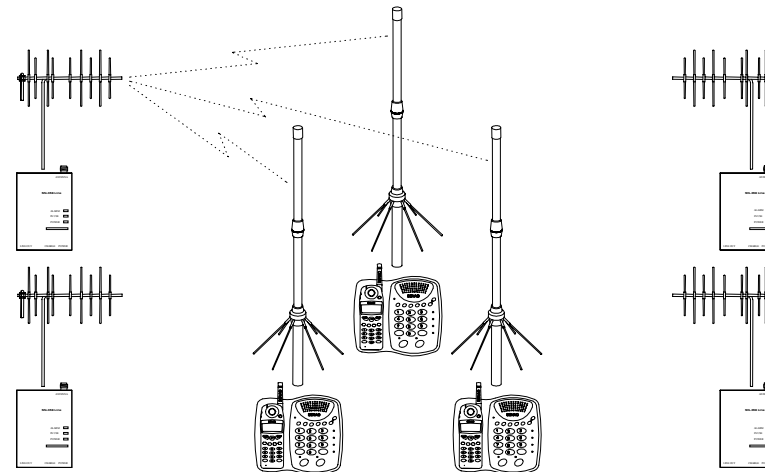

Рис. 10
- Система может включать в себя 2, 3, 4 базовых станции SENAQ SN-358 и от 1 до 99 абонентских станций SN-358 Line (рис. 10), причем абонентские станции могут эксплуатироваться как в стационарном, так и в мобильном вариантах. Возможен комбинированный вариант, когда наряду с абонентскими станциями SN-358 Line в системе эксплуатируются носимые радиотрубки, причем суммарное число станций и радиотрубок может достигать 99 шт.